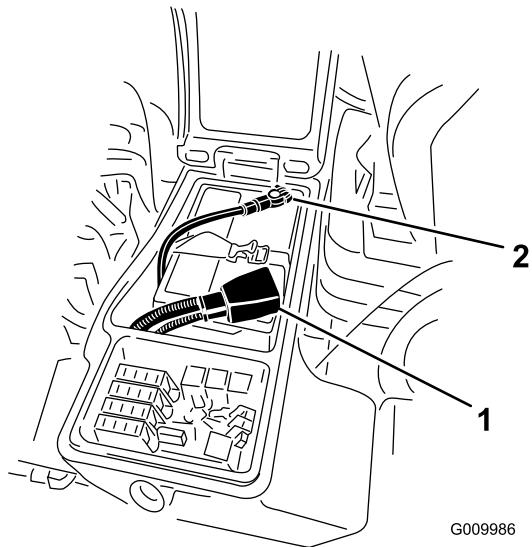

図 75
- バッテリーのマイナス端子からマイナスケーブル黒を外し、次に、プラス+端子からプラスケーブル赤を外す図 75。
6. 赤いケーブルをバッテリーの端子に、黒いケーブルはバッテリーの端子に固定する図 75